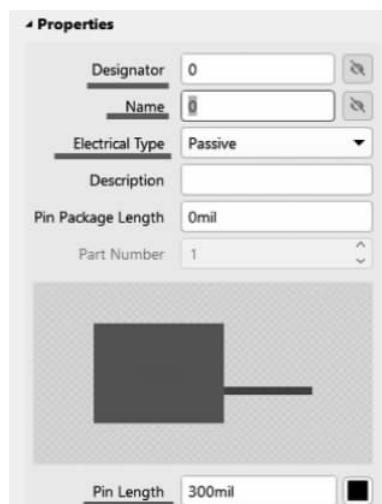

图 3-11 管脚属性编辑面板
脚(或在绘制状态下按 Tab 键),系统将弹出相应的管脚属性编辑面板,如图 3-11 所示。
(3) 在放置管脚时按下 Tab 键,或者双击已经放置的管脚,系统弹出如图 3-11 所示的元件管脚属性编辑面板,在该面板中可以完成管脚的各项属性设置。单击“保存”按钮,即可完成 NPN 三极管元件符号的绘制。
(3) 在放置管脚时按 Tab 键，或者双击已经放置的管脚，系统弹出如图 3-11 所示的元件管脚属性编辑面板，在该面板中可以完成管脚的各项属性设置。